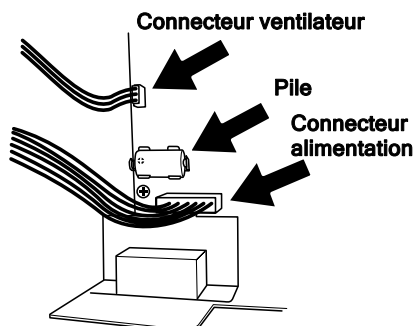
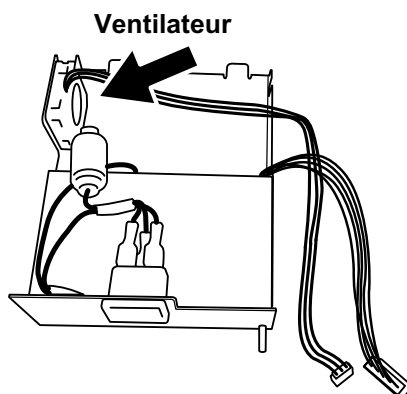

Figure 10.2.1a Emplacements pile et connecteur
Figure 10.2.1b Emplacement ventilateur
La figure 10.2.1a montre les emplacements de la pile, du connecteur du ventilateur et d'alimentation. Les figures 10.2.1b et 10.2.1c montrent l'alimentation haute tension ca/cc et les unités d'alimentation basse tension cc, le capot étant déposé. Il est recommandé de ne déposer le capot que si c'est absolument nécessaire, parce que le connecteur d'alimentation (à verrouillage) est difficile à connecter/déconnecter.
1. Une fois le capot déposé, la pile déchargée (voir emplacement figure 10.2.1a) peut être extraite de son logement et remplacée par une autre.